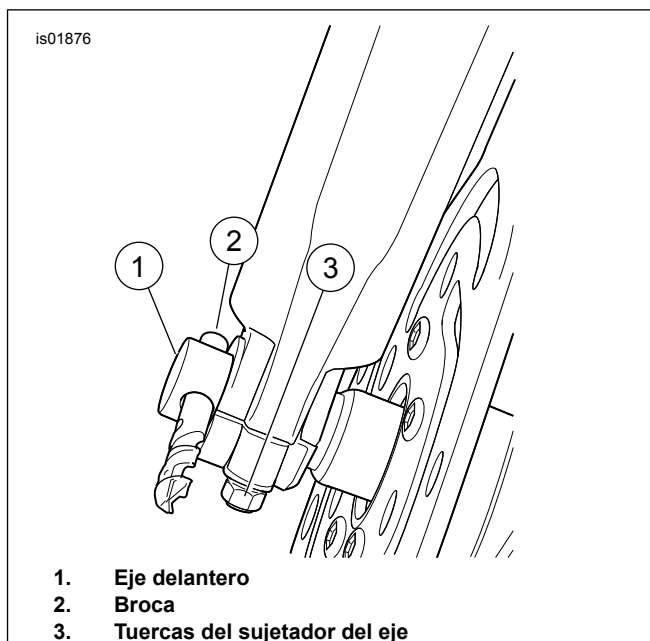

Figura 3. Montaje de la rueda delantera (lado derecho)
5. Presione el eje a través del sensor ABS (H) y la pata izquierda de la horquilla hasta que el borde del eje haga contacto con el sensor en el lado derecho de la horquilla.
6. Instale la arandela plana (G) y la tuerca del eje (F).
8. Vea la Figura 3. Inserte una broca de 7/16 pulg. (2) en el agujero del eje (1).
9. Tire de la pata de la horquilla lo suficiente como para que haga contacto con la broca y después apriete las tuercas del sujetador del eje (3) a 14,9–20,3 N·m (132–180 in-lbs).